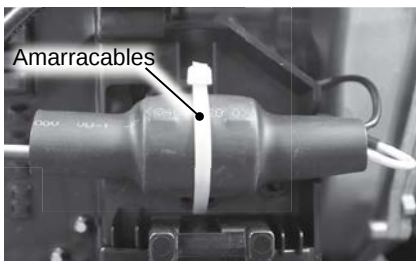

Figura 24 - Retiro del amarracables.
- 10** Ubique el amarracables de montaje a presión como se muestra en la Figura 24. Use alicates para comprimir las aletas y tire del cable del módulo de interfaz del usuario para sacarlo del conjunto.
21 Retire el amarracables que se muestra en la Figura 24. Tienda el cableado ahora suelto lejos de la placa de control.